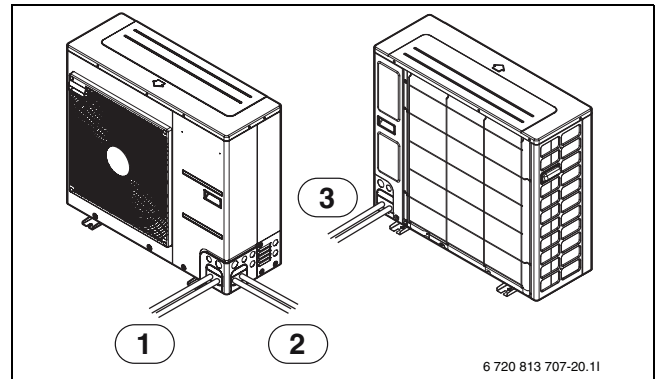

Рис. 21
- Трубы можно подключать в четырёх направлениях. Возможные направления см. на изображении (→ рис. 21 и 22).